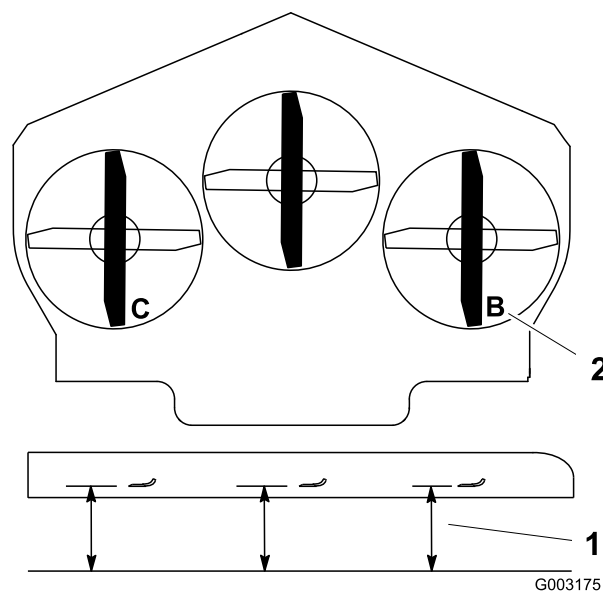

Figure 71
1. Tournez la lame droite dans le sens longitudinal (Figure 71).
2. Mesurez la distance au point **B** entre la surface plane et le tranchant de la pointe de la lame droite (Figure 71).
4. Tournez la lame gauche dans le sens longitudinal (Figure 71).
5. Mesurez la distance au point **C** entre la surface plane et le tranchant de la pointe de la lame gauche (Figure 71).